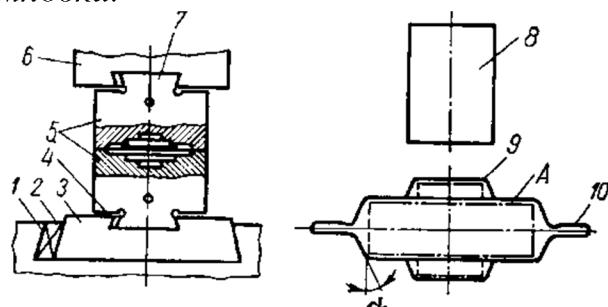

Рисунок 8 - Схема одноручевой штамповки (A — контур изделия)
Прокатка металла осуществляется при прохождении его между валками, вращающимися в разных направлениях (рисунок 8). При прокатке металл обжимается, в результате чего толщина полосы уменьшается, а ее длина и ширина увеличиваются. Разность между исходной  $h_0$  и конечной толщинами полосы называют **абсолютным обжатием**:
**Одноручьевой штамп** (рисунок 8) применяют для получения поковок простой формы. Поковки сложной формы изготавливают методом **многоручьевого штамповки**.